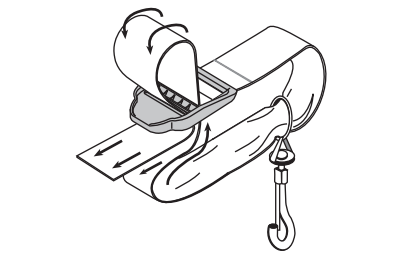

Fig. 17
- Pase la correa sobre la barra transversal y hacia abajo a través de la ranura de la hebilla (Fig. 17).